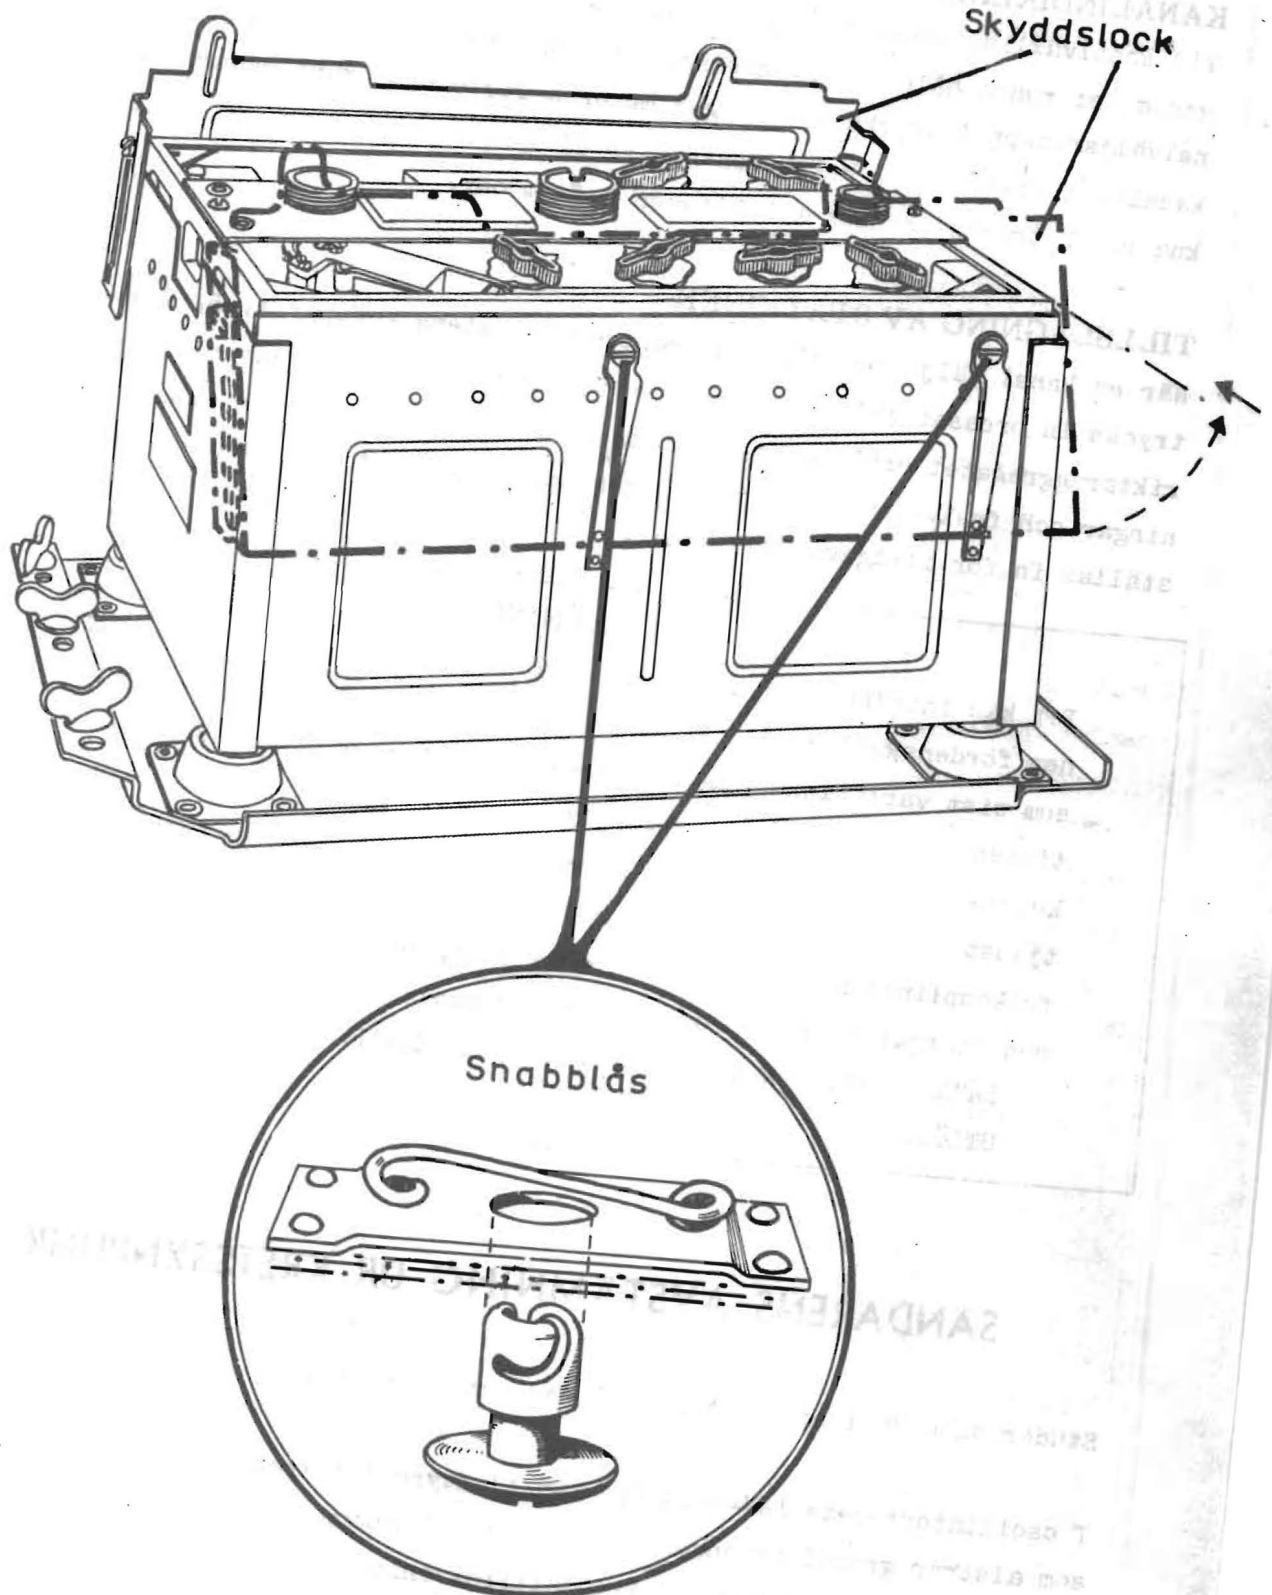

Bild 25. Apparatlådan skyddslock och snabblås
- Bild 25. Apparatlådans skyddslock och snabbblås